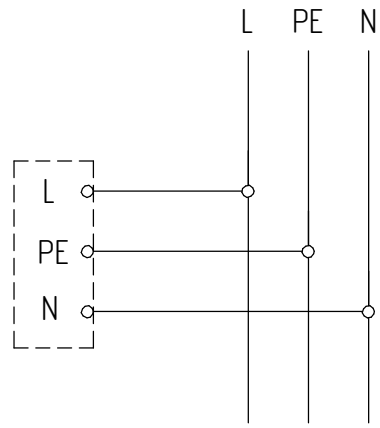
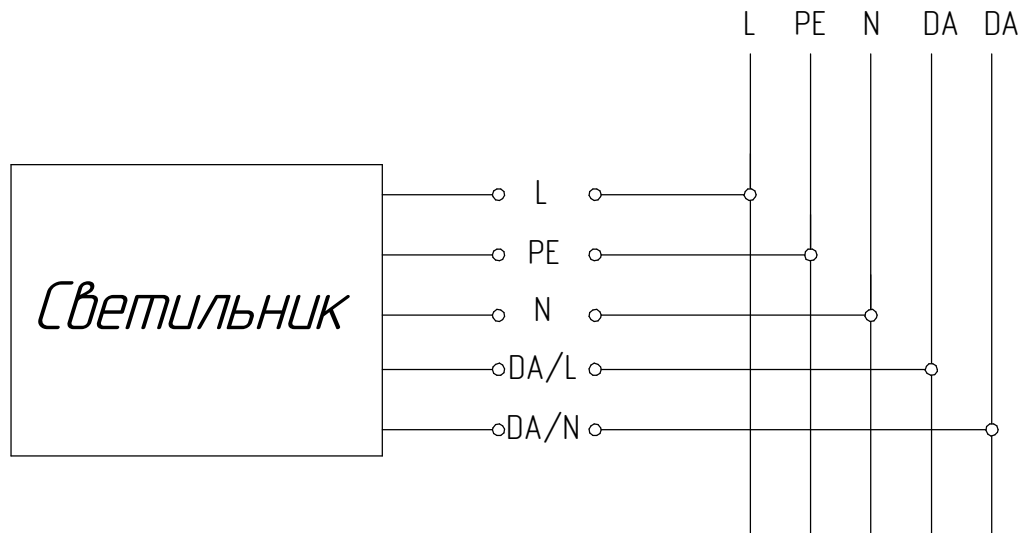

Рисунок 4 - Схема подключения светильника без управления к сети
Рисунок 4.1 - Схема подключения светильника с управлением по протоколу DALI к сети
5.4 Подключите светильник к электрической сети согласно схеме, приведённой на рис. 4 или рис. 4.1.